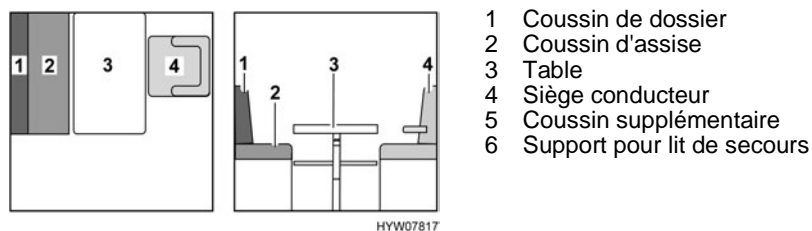
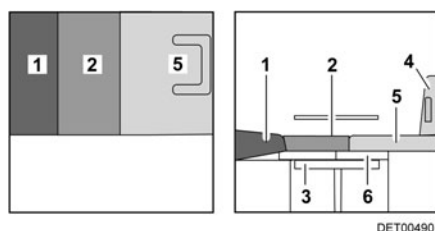

Fig. 117 Avant la transformation
Fig. 118 Après la transformation
- Tourner le siège conducteur (Fig. 117,4) et le pousser complètement vers l'avant.
- Convertir la table (Fig. 117,3) en sommier de lit (voir paragraphe 7.7).
- Si le véhicule possède un support pour lit de secours (Fig. 118,6), retirer le coussin de dossier (Fig. 117,1) et celui d'assise (Fig. 117,2) et les mettre de côté.
- Suivant le modèle, poser le support pour lit de secours livré en série (Fig. 118,6) sur la table. Placer le bord avant du support pour lit de secours directement contre le siège conducteur ou le montant de la cabine de conduite.
- Placer le coussin supplémentaire (Fig. 118,5) sur le siège conducteur.
- Placer le coussin d'assise (Fig. 118,2) sur la table.
- Placer le coussin de dossier (Fig. 118,1) entre le coussin d'assise et la paroi arrière. Observer la forme deltoïde.
- Le cas échéant, repousser le siège conducteur (Fig. 118,4).